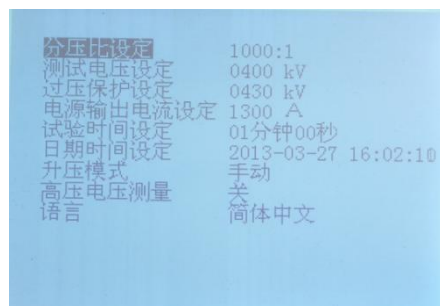

图 27 HMCXZW 变频电源装置设定自动
8.2.1 在启动系统前，按【菜单】按钮进入【系统设置界面】选项（见图 27），将【升压模式】改为【自动】，然后退出菜单。对于试验电压比较低的试验（例如 10kV 电缆进行交流耐压试验），测试电压低，建议不要采用自动升压。